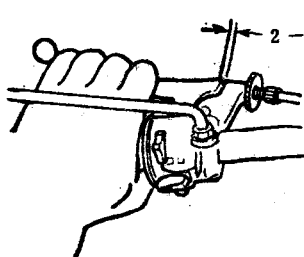

图 1-2
(5)检查离合器握把自由行程量，如图1-2所示，该处自由行程量一般为2~3mm。检查时，可起动发动机，支起中间支架使后轮悬空，然后挂档使后轮旋转，若握紧离合器握把后，后轮逐渐停了下来，或将尚在旋转的后轮制动后，抬起制动踏板后轮不再旋转，即说明离合器握把自由行程量合适。